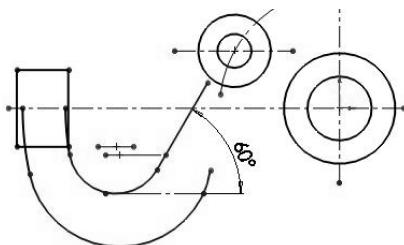

图 2-151 修剪图形
- 19 使用【剪裁实体】工具，对图形进行修剪处理，结果如图 2-151 期所示。